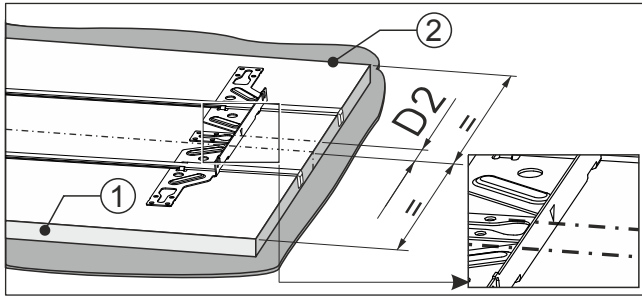

Fig. 92
- La marcatura della traversa di fissaggio coincide con la marcatura Fig. 92 (D2).